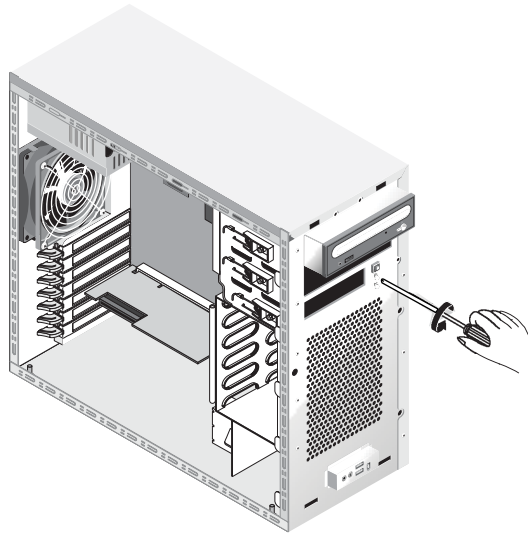

図 4-22 オペレータパネルの取り外し
4. シャーシ前面から、オペレータパネルをシャーシ前面に固定している 1 本のネジを外します (図 4-22 を参照)。